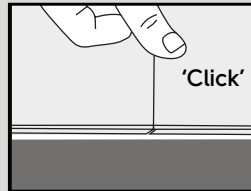

Fig. 5a
5. Zodra de lange kant is uitgelijnd en strak zit, laat u het korte uiteinde op zijn plaats vallen door met uw duim of een kleine roller over de eindverbinding te wrijven tot u een 'klik' hoort (Fig. 5a en 5b).